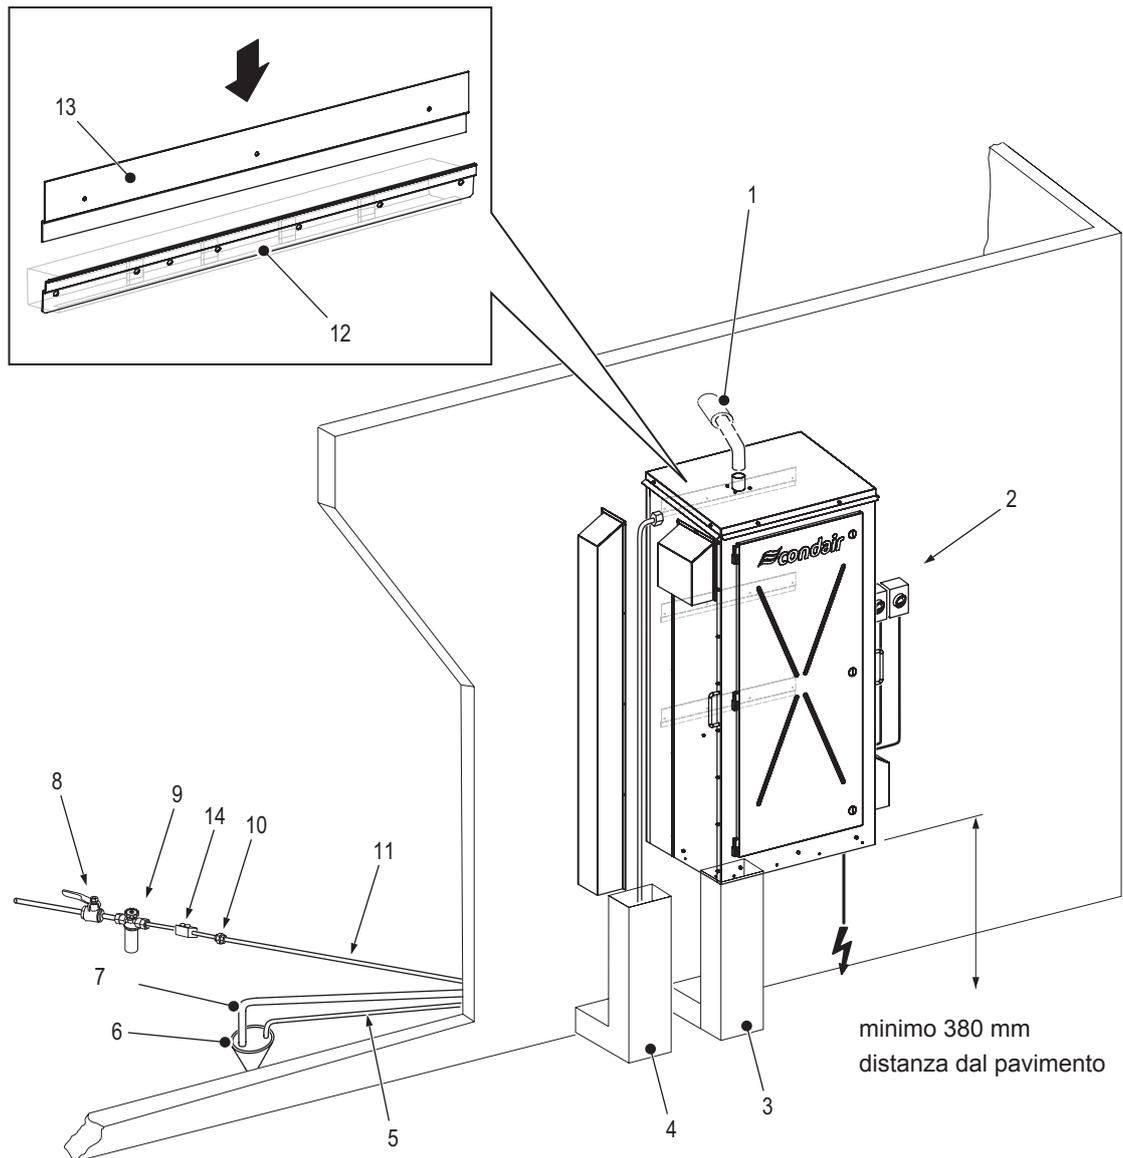

Fig. 7: Installazione tipica su parete esterna (in figura è rappresentato l'apparecchio di medie dimensioni)
- su una superficie adeguata di una parete esterna verticale, vedere Fig. 7 in Capitolo 5.2.3.